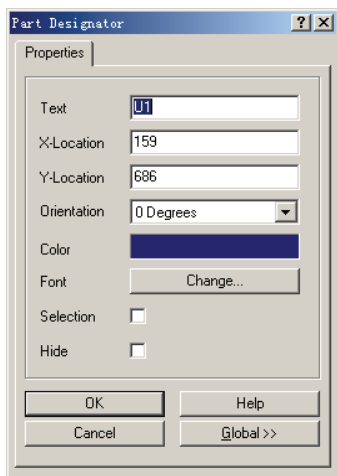
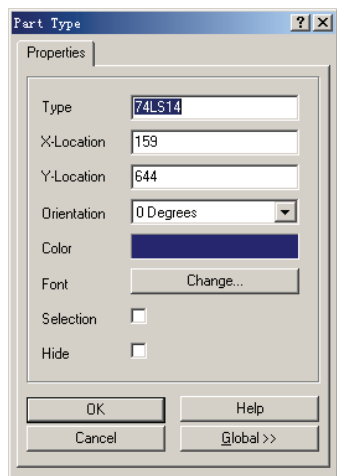

图 2-35 “Part Designator”对话框
图 2-36 “Part Type”对话框
5) 编辑元器件的序号或名称。对于放置完毕的元器件，可以单独编辑其元器件序号或元器件名称。将光标移动到所要编辑的元器件序号或元器件名称中间双击，即可打开相应的编辑对话框。图 2-35 和图 2-36 分别是“Part Designator（元器件序号）”对话框和“Part